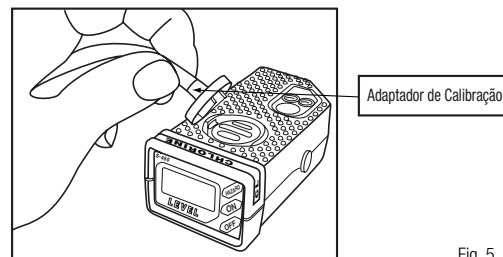

Fig. 5
3. Conecte o adaptador de calibração à tela de proteção do sensor (Fig. 5). Para fazer isto:
4. Conecte a mangueira do regulador do cilindro de gás de calibração ao adaptador de calibração. Abra a válvula do regulador de gás. Aplique o gás a uma taxa de 0,2 litros por minuto (lpm) para todos os sensores, exceto os de Cloro (CL) que requerem 0,5 litros por minuto (lpm). Faça isto durante cerca de 3 minutos para permitir que o sensor se estabilize.